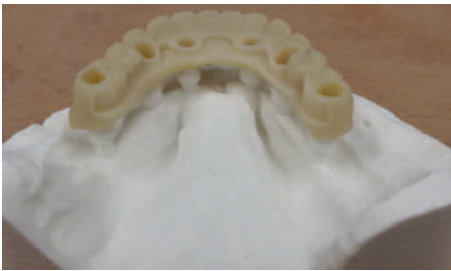

Figura 5 – Immagine tipo di un provvisorio prototipato.
- La produzione del provvisorio è costituita da un rinforzo metallico, che consente di adattare in situ il provvisorio. (Figura 5).